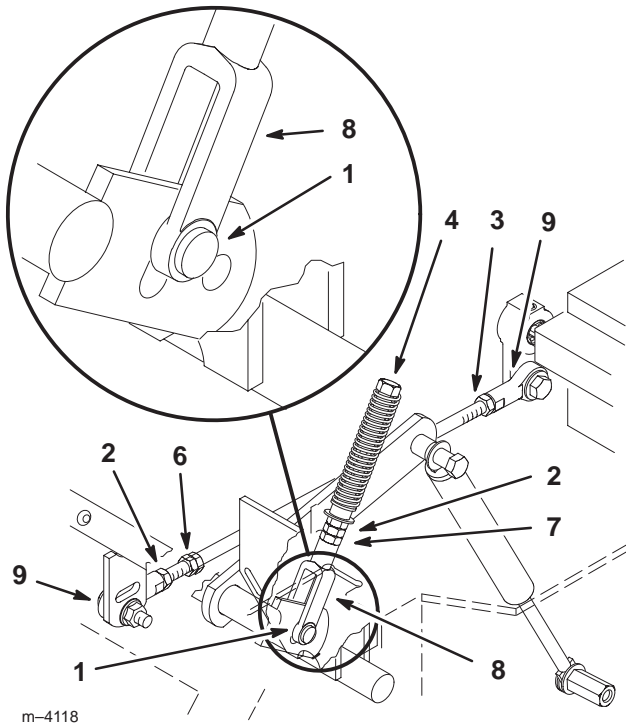

Figure 49
4. Tirez-le ensuite en arrière jusqu'à ce que l'axe de chape (situé sur le bras au-dessous de l'axe de pivot) touche l'extrémité de la fente (c.-à-d. commence juste à appuyer sur le ressort) (Fig. 49).
6. Si un réglage s'impose, desserrez l'écrou et l'écrou de blocage (Fig. 49).
8. Serrez l'écrou et l'écrou de blocage (Fig. 49).
1. Desserrez les contre-écrous sur les rotules de la tige de commande de la pompe (Fig. 49).
3. Réglez la longueur de la tige de pompe en tournant les doubles écrous dans le sens voulu, jusqu'à ce que la roue soit immobilisée ou tourne légèrement en marche arrière (Fig. 49).
6. Serrez les écrous contre les rotules (Fig. 49).